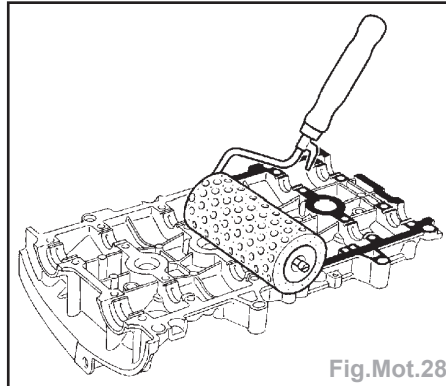

Fig.Mot.28
- Appliquer à l'aide d'un rouleau (à crépi) de la **Loctite 518** sur le plan de joint jusqu'à ce qu'il soit rougeâtre (Fig.Mot.28).